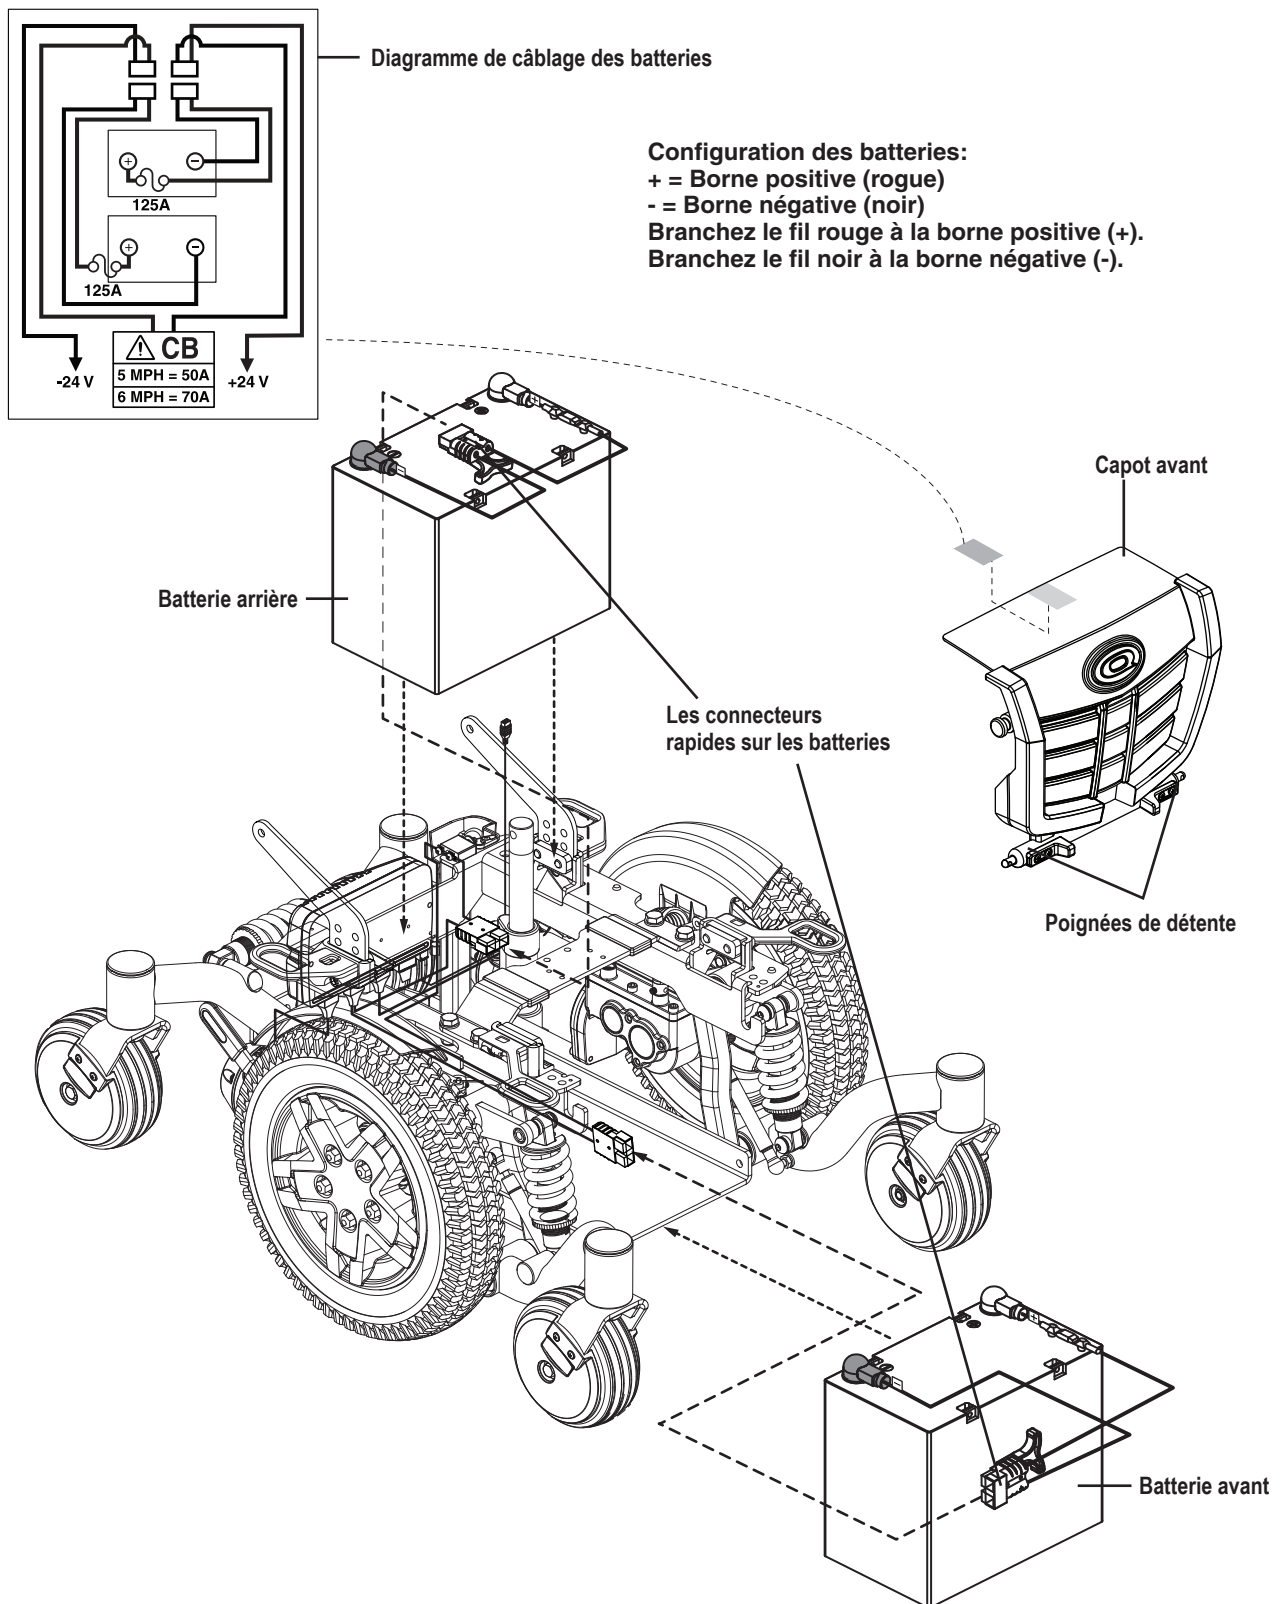

Figure 21. Installation des batteries
6. Retirez le capot avant en comprimant les poignées de détente (**voir la figure 21**) et en soulevant le capot avant.
13. Installez le fil sur la batterie avant selon le diagramme de branchement. **Voir la figure 21.**
14. Installez le fil sur la batterie arrière selon le diagramme de branchement. **Voir la figure 21.**